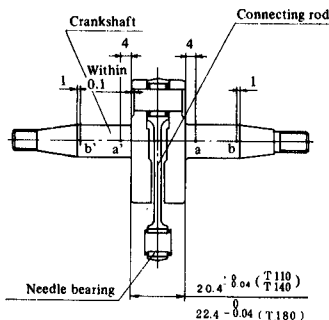
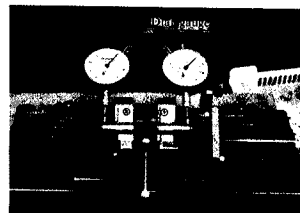

Fig. 3
Fig. 4
(1) Runout of crankshaft end (Fig. 3, Fig. 4)